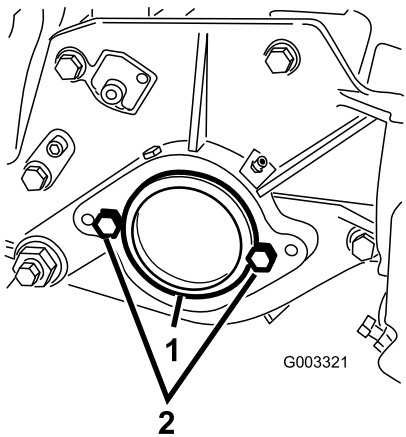

Figura 7
3. En el extremo derecho de la unidad de corte, retire el tapón de plástico del alojamiento del cojinete (Figura 7).
4. Retire los 2 tornillos de cabeza hexagonal de la chapa lateral derecha (Figura 7).
2. Tornillo de cabeza hexagonal (2)
6. Instale provisionalmente los 2 tornillos de cabeza hexagonal de montaje del motor del molinete a la chapa lateral izquierda de la unidad de corte (Figura 7).